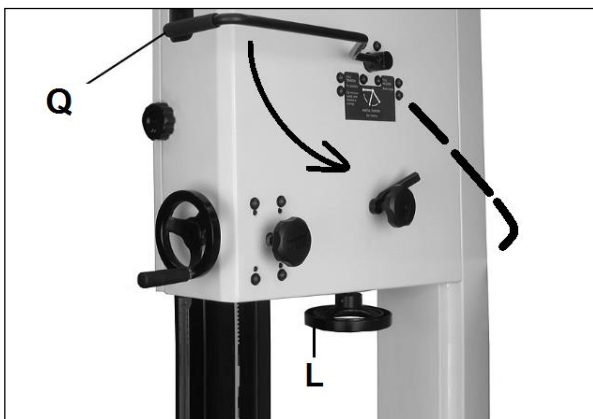

Abb. 30
Die Sägeblattspannung entlasten, indem der Schnellspannhebel (Q, Abb. 30) betätigt und das Handrad für die Sägeblattspannung (L) gedreht wird.